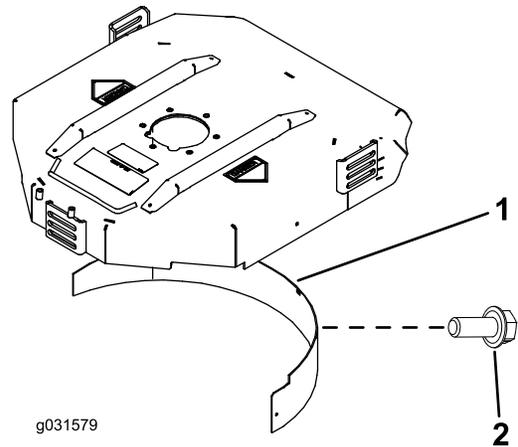

Figure 22
2. Montez le déflecteur de mulching dans l'ouverture arrière et fixez-le avec 5 boulons à embase (Figure 22).